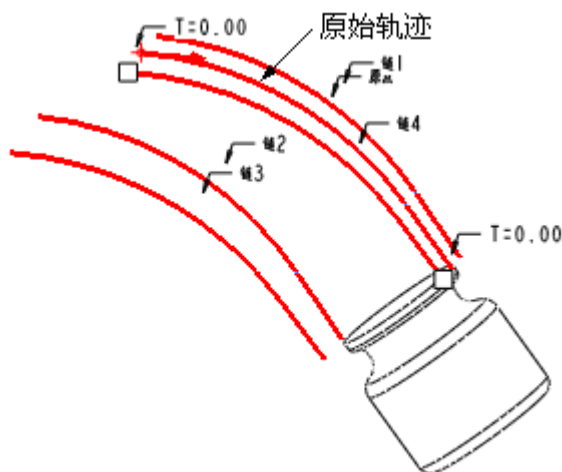

图 40-16
- (1) 单击特征工具栏中的 ，打开可变剖面特征操控板。
- (2) 选择实体扫描 (选中 )，选择图 40-16 中箭头指示的曲线为原始轨迹，选择其余四条曲线为扫描轮廓线。